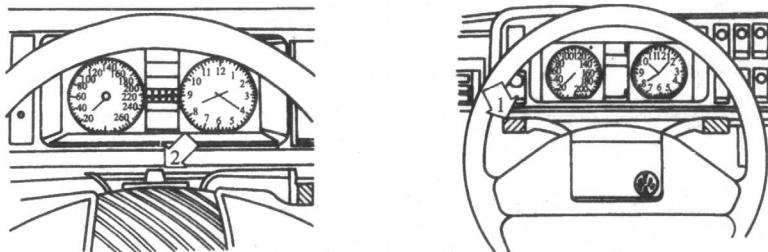

图 1—4 组合开关
2. 组合开关的主要功能及使用要领 组合开关是集多种开关于一体的部件，其主要包括汽车大灯的变光控制开关、左右转向指示灯的控制开关、紧急警报灯开关以及驻车信号指示灯开关等，如图 1—4 所示。